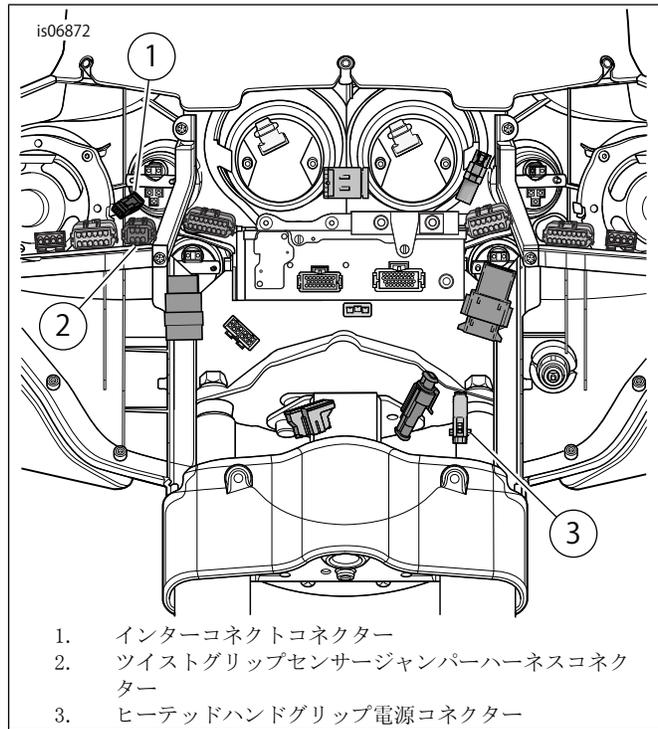

図5. フェアリングの配線 (FLHモデル)
「図5」を参照。ハンドグリップ電源コネクタ(3)のキャップは、車両配線に接続する前に取り外す必要があります。
2. 「図5」を参照。左ハンドグリップからの電源コネクタの半分をハンドグリップ電源コネクタ(3)に接続します。
3. (1)を左側のハンドグリップコネクタに接続します。